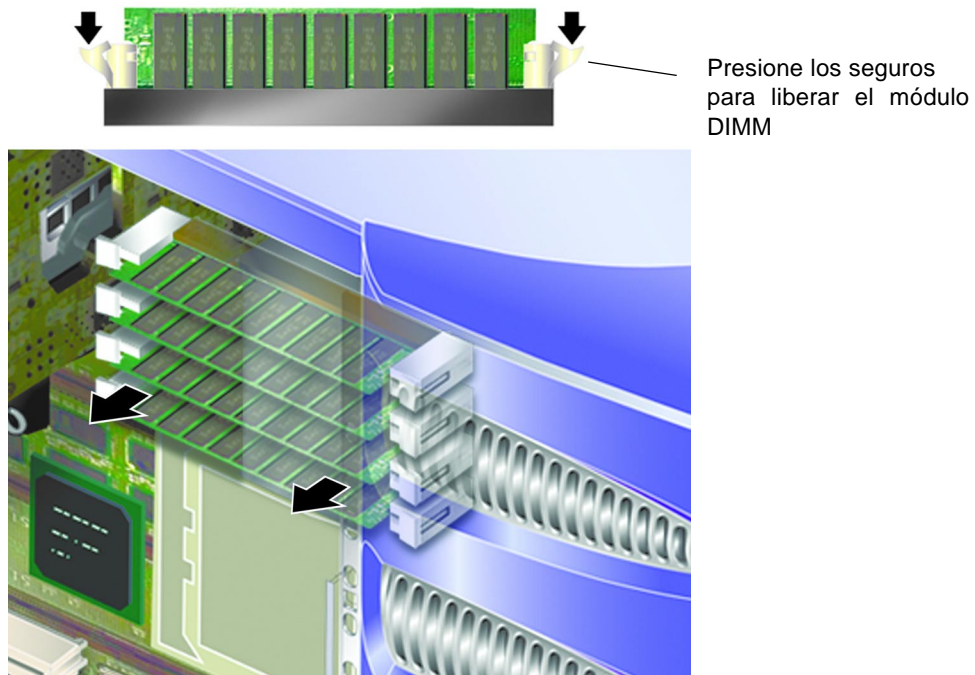

FIGURA 1-16 Extracción de un módulo DIMM
1. Presione los seguros de retención de los laterales del módulo de memoria. De este modo, el módulo se libera de su conector. Consulte la FIGURA 1-16.